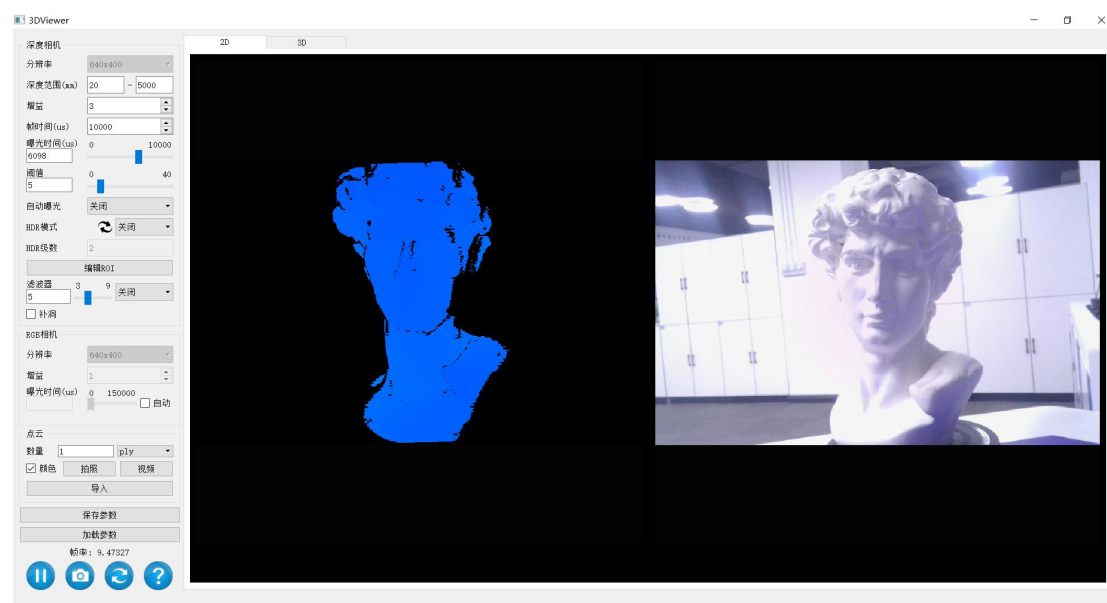

图 8
(3) 点击连接，进入 3DViewer 预览界面，如图 8